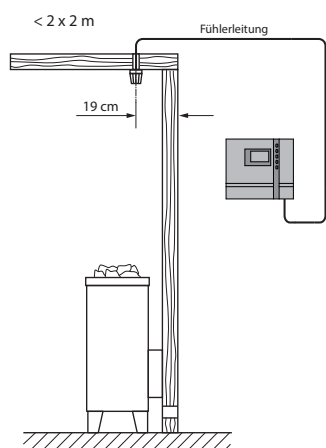

Рис. 7
1. Датчик печи устанавливается в кабинах размером до 2 x 2 м согласно рис. 7 и 8, а в кабинах большего размера согласно рис. 7 и 9.